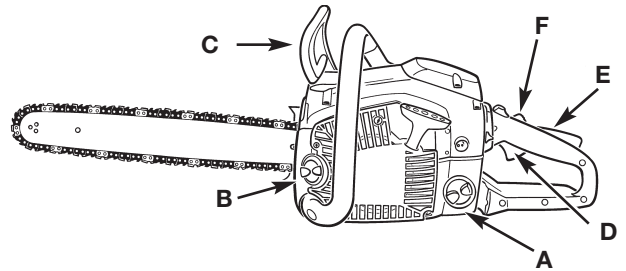

Fig. 3
1. Mélangez l'essence avec l'huile (A, Fig. 3). Remplissez le réservoir de carburant avec le mélange essence/huile. Voir *Instructions de mélange de l'huile et de l'essence*.
2. Remplir le réservoir à huile (B) avec une huile à chaîne et guide-chaîne appropriée (Fig. 3).
3. S'assurer que Chain Brake® est déclenché (C) avant de mettre l'outil en marche (Fig. 3).
8. Enfonce la détente de sûreté (E), serrer étrangler la détente (D), avec le pouce, la presse en bas sur l'étrangle le loquet (F). Le relâchement étrangle la détente et alors le loquet (Fig. 3). **Tirez le cordon à 4 reprises avec un mouvement contrôlé et constant.**